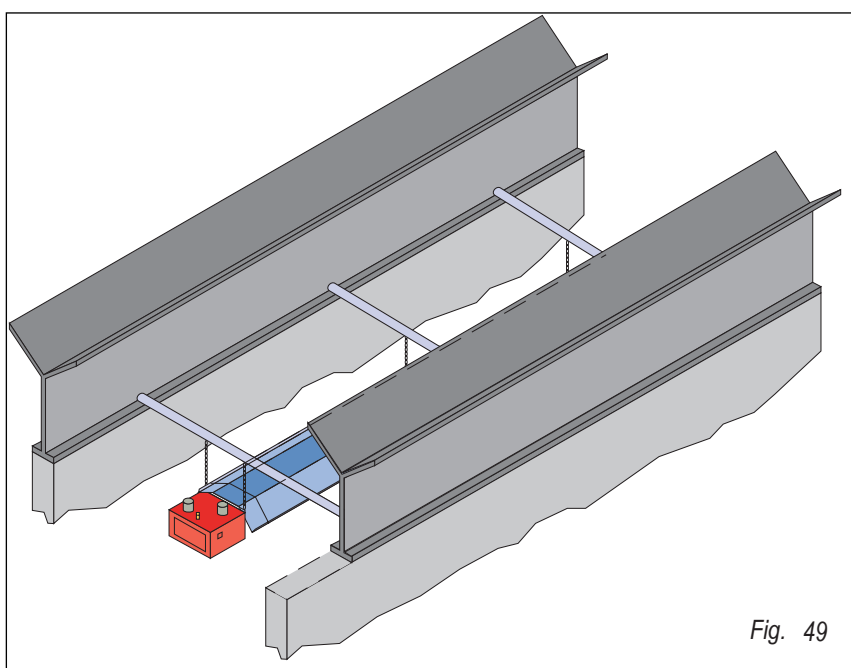

Fig. 49
- En caso de coberturas con vigas a Y, los puntos de fijación de las cadenas en la cobertura pueden hacerse fijando unos tubos de 1"1/4 a las extremidades de las vigas a Y como se muestra en la fig. 49.